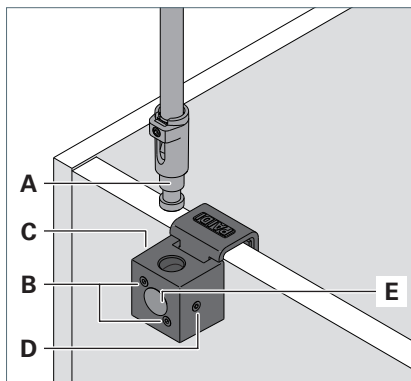

Fig. 2: Svjetiljku montirati na okomitoj montažnoj površini.
- ▶ Fiksirajte stolni držač vijcima **B** na montažnoj površini, pog. Fig. 2.